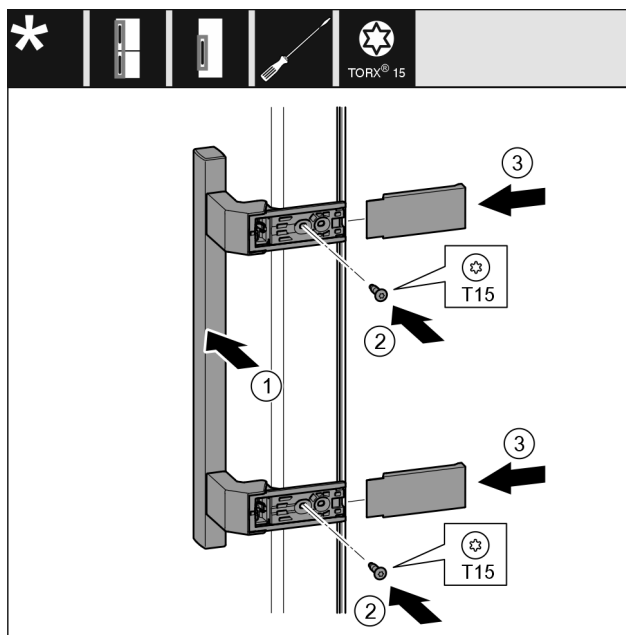

Fig. 20
- ▶ Założyć uchwyt Fig. 20 (1) po przeciwległej stronie.
- ▶ Przykręcić śruby Fig. 20 (2) śrubokrętem.
- ▶ Założyć osłony Fig. 20 (3) z boku i wsunąć.